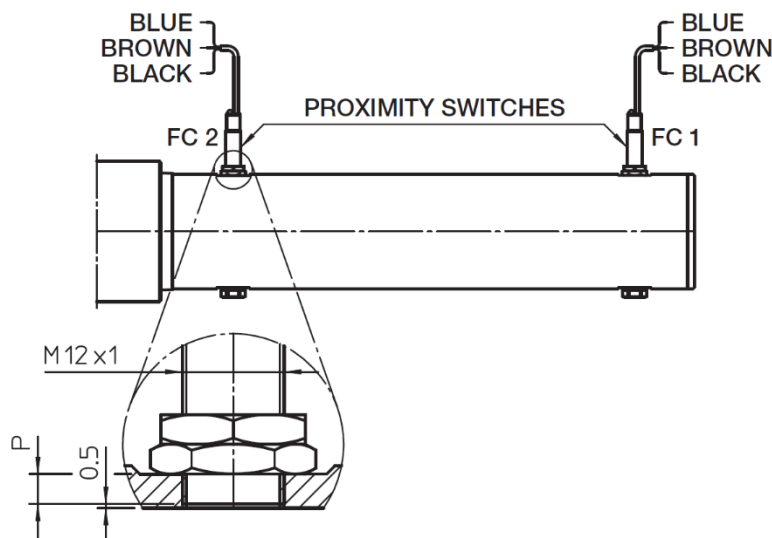

Abbildung 6.1 –Induktiver Näherungs-Hubbegrenzer FCP
- Siehe Abb. 6.1, falls der richtige Erfassungsabstand wiederhergestellt werden muss.